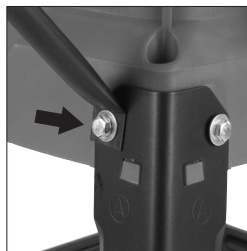

Fig. 9
- Insérez la vis mécanique à travers l'extrémité du bras profilé de soutien et remontez la vis mécanique sur le corps principal de l'outil. **(Fig. 9)**